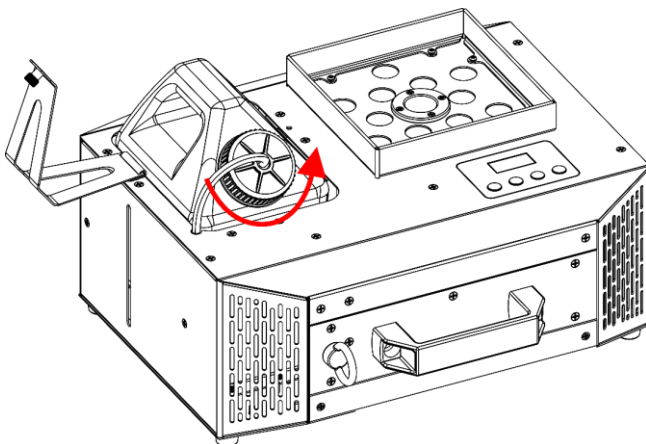

Fig. 40
- 04) Schroef het deksel van de vloeistoftank los, zoals getoond in Fig. 40.